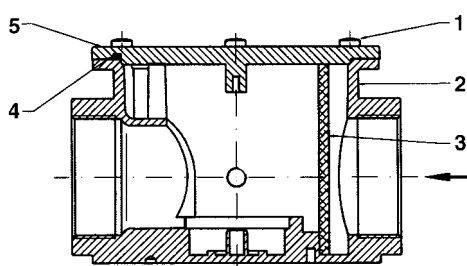

Рис. 26b
С резьбовым соединением - Рис. 26b и Рис. 26с
После того, как вы убедитесь, что внутри фильтра нет газа, снимите крышку (5) отвинтите крепёжные болты (1). Снимите фильтровальный патрон (3), промойте его водой с мылом, продуйте сжатым воздухом (или замените его при необходимости) и установите его на прежнее место, проверив, что он расположен между соответствующими штифтами (7), контролируя, чтобы не было препятствий для установки крышки (5). Затем установите крышку (5), следя, чтобы резиновое кольцо (4 на Рис. 26b) было установлено в соответствующий паз.
Описание (Рис. 26b - Рис. 26с)